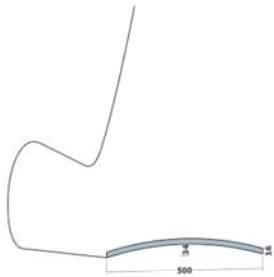

图 2.3.8 绘制放样截面
(5) 接着在上述边线的端部画出辅助面，并画出弧形的放样截面，如图 2.3.8 所示。弦长为 500mm，弧高为 34mm，两弧间距（即厚度）为 16mm 或 18mm。